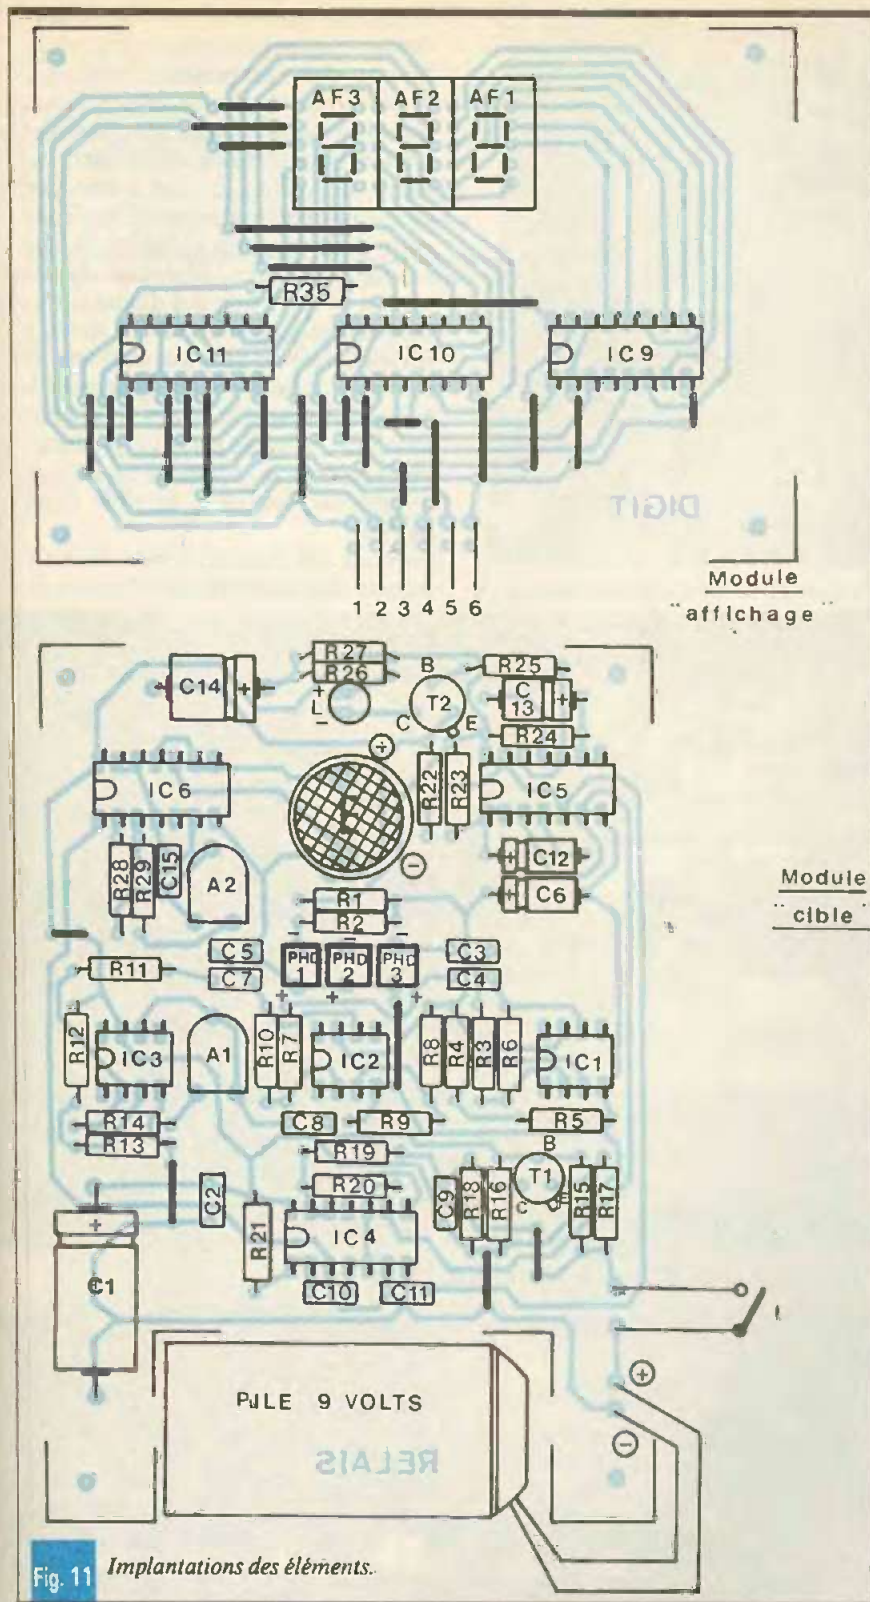

Fig. 11 Implantations des éléments.
b) Implantation des composants (fig. 11)